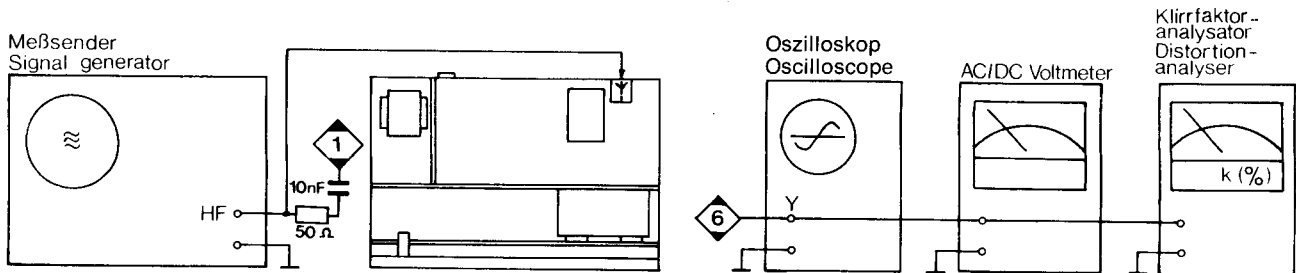

Fig. 3
1. Meßschaltung gemäß Fig. 3 erstellen.
1. Prepare test circuit according to Fig. 3.